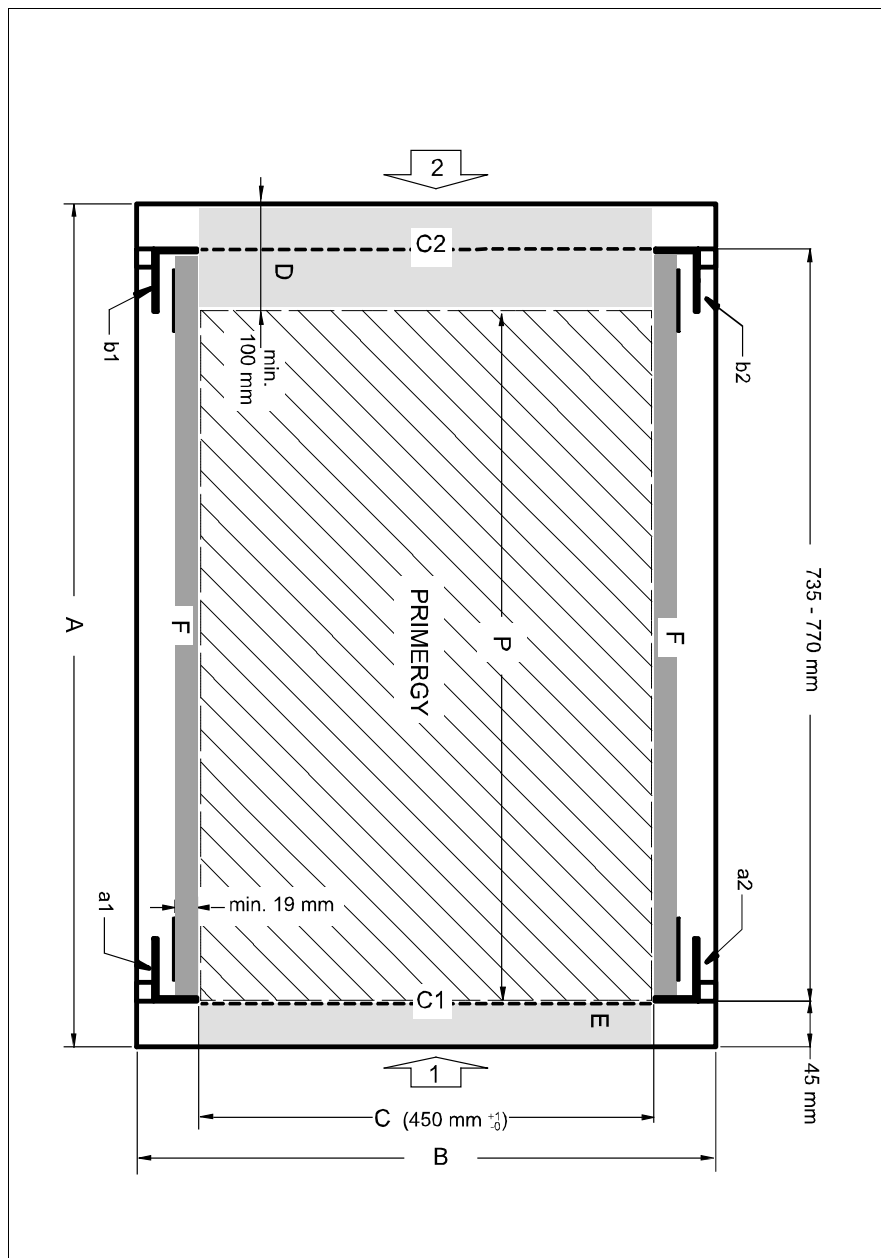

Bild 3: Mechanische Voraussetzungen
- Einbaumaße (siehe die im Bild 3 auf Seite 40 dargestellten Maße).